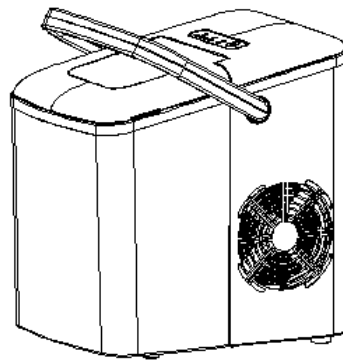

Fig.2
- 2) Haga que la manija se alinee con los orificios de la carcasa y suelte las manos, luego inserte la manija en los orificios de la carcasa (consulte la Fig.2).